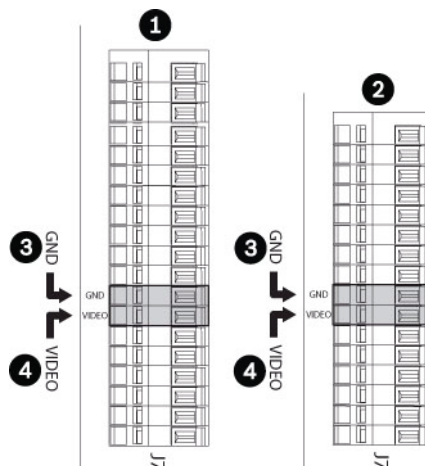

Bild 4.6 Verkabeln der Anschlussleisten
4. Drücken Sie mit einem kleinen Schraubendreher die GND-Lasche nach unten (siehe *Bild 4.6*) und schließen Sie das verdrehte Schirmgeflecht am GND-Anschluss an.
5. Drücken Sie mit einem kleinen Schraubendreher die VIDEO-Lasche nach unten (siehe *Bild 4.6*) und schließen Sie den Innenleiter am VIDEO-Anschluss an.